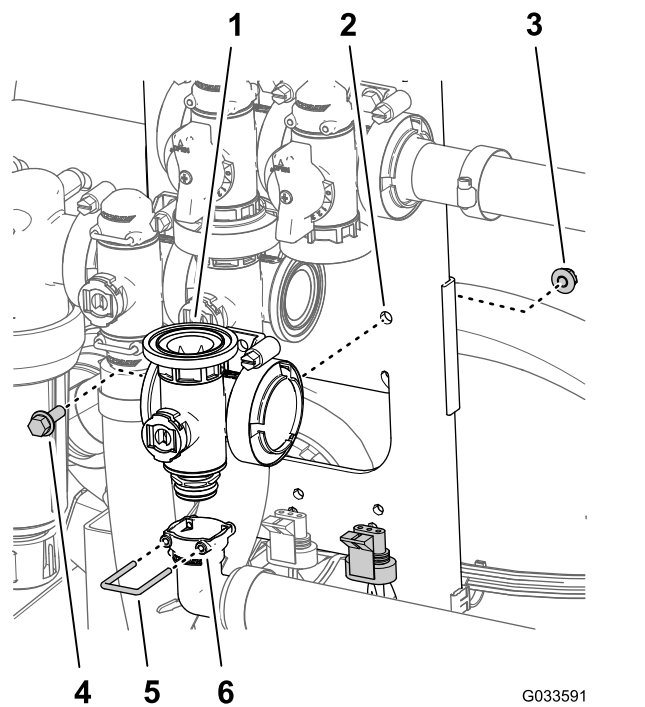

Figure 130
- Alignez la douille du raccord de sortie à 90° et le raccord d'accouplement au bas du collecteur de la vanne maîtresse des rampes (Figure 130).
- Fixez le raccord de sortie à l'accouplement en insérant un étrier de fixation dans la douille du raccord de sortie (Figure 130).